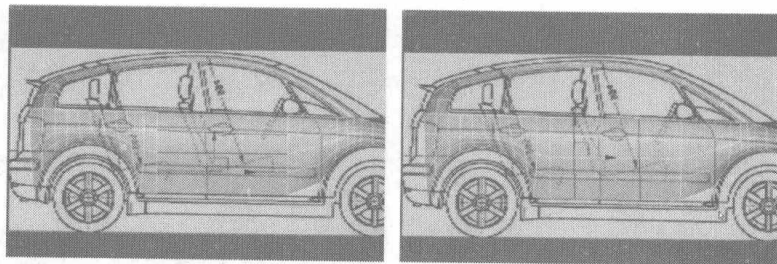
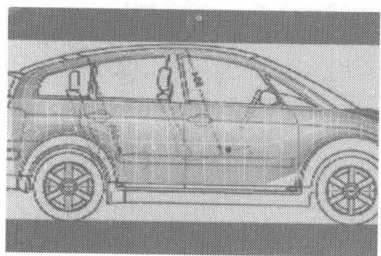
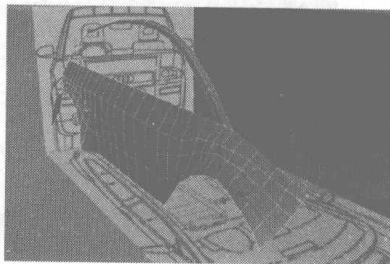

图 7.40
图 7.41
图 7.42
- 17 选择车身上的面，单击 **Connect** 按钮，在车身上添加细分曲线，如图 7.40 所示。用相同的方法，继续在车身上添加细分曲线，如图 7.41 所示。将节点调整到图 7.42 所示的位置。